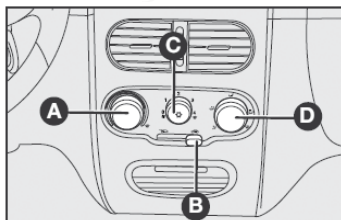

fig. 67
CONTROLES - fig. 67
1) Control para la temperatura del aire A-fig. 67: sector rojo para aire caliente y sector azul para aire frío.
2) Control del ventilador C-fig. 67: indicador en la velocidad deseada.
3) Control para la distribución del aire D-fig. 67: indicador en posición  para calentar los pies y, al mismo tiempo, desempañar el parabrisas.
4) Palanca de recirculación B-fig. 67: para obtener una calefacción más rápida, ponga la palanca de recirculación del aire en la posición  que equivale solamente a la recirculación del aire interior.
1) Control para la temperatura del aire A-fig. 67: indicador en el sector rojo (completamente hacia la derecha).
- 2) Palanca del ventilador C-fig. 67: indicador en la velocidad máxima.
- 3) Control para la distribución del aire D-fig. 67: indicador situado en posición .
- 2) Control para la temperatura del aire A-fig. 67: indicador en el sector azul.
- 3) Palanca del ventilador C-fig. 67: indicador en la velocidad deseada.
- 4) Control para la distribución del aire D-fig. 67: indicador en .
- 5) Palanca para la recirculación del aire B-fig. 67: en posición , equivalente a la entrada de aire desde el exterior.